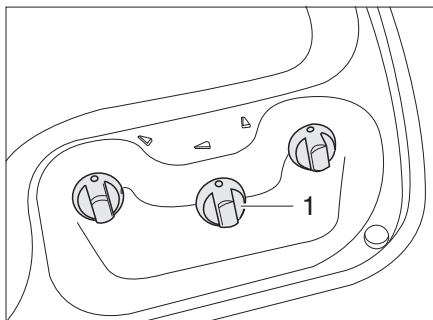
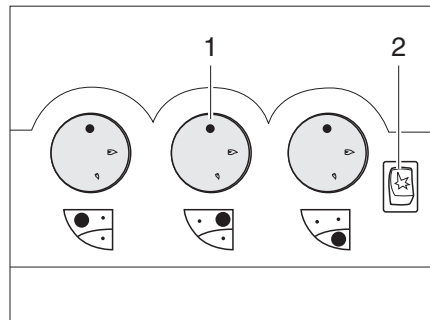

Fig. 202 Boutons de commande pour le réchaud à gaz (variante 1)
Fig. 203 Boutons de commande pour le réchaud à gaz (variante 2)
- Tourner le bouton tournant (Fig. 202,1 ou Fig. 203,1) du brûleur désiré en position d'allumage (grande flamme).
- Si une touche d'allumage (Fig. 203,2) est présente: Générer une étincelle en appuyant sur la touche d'allumage.